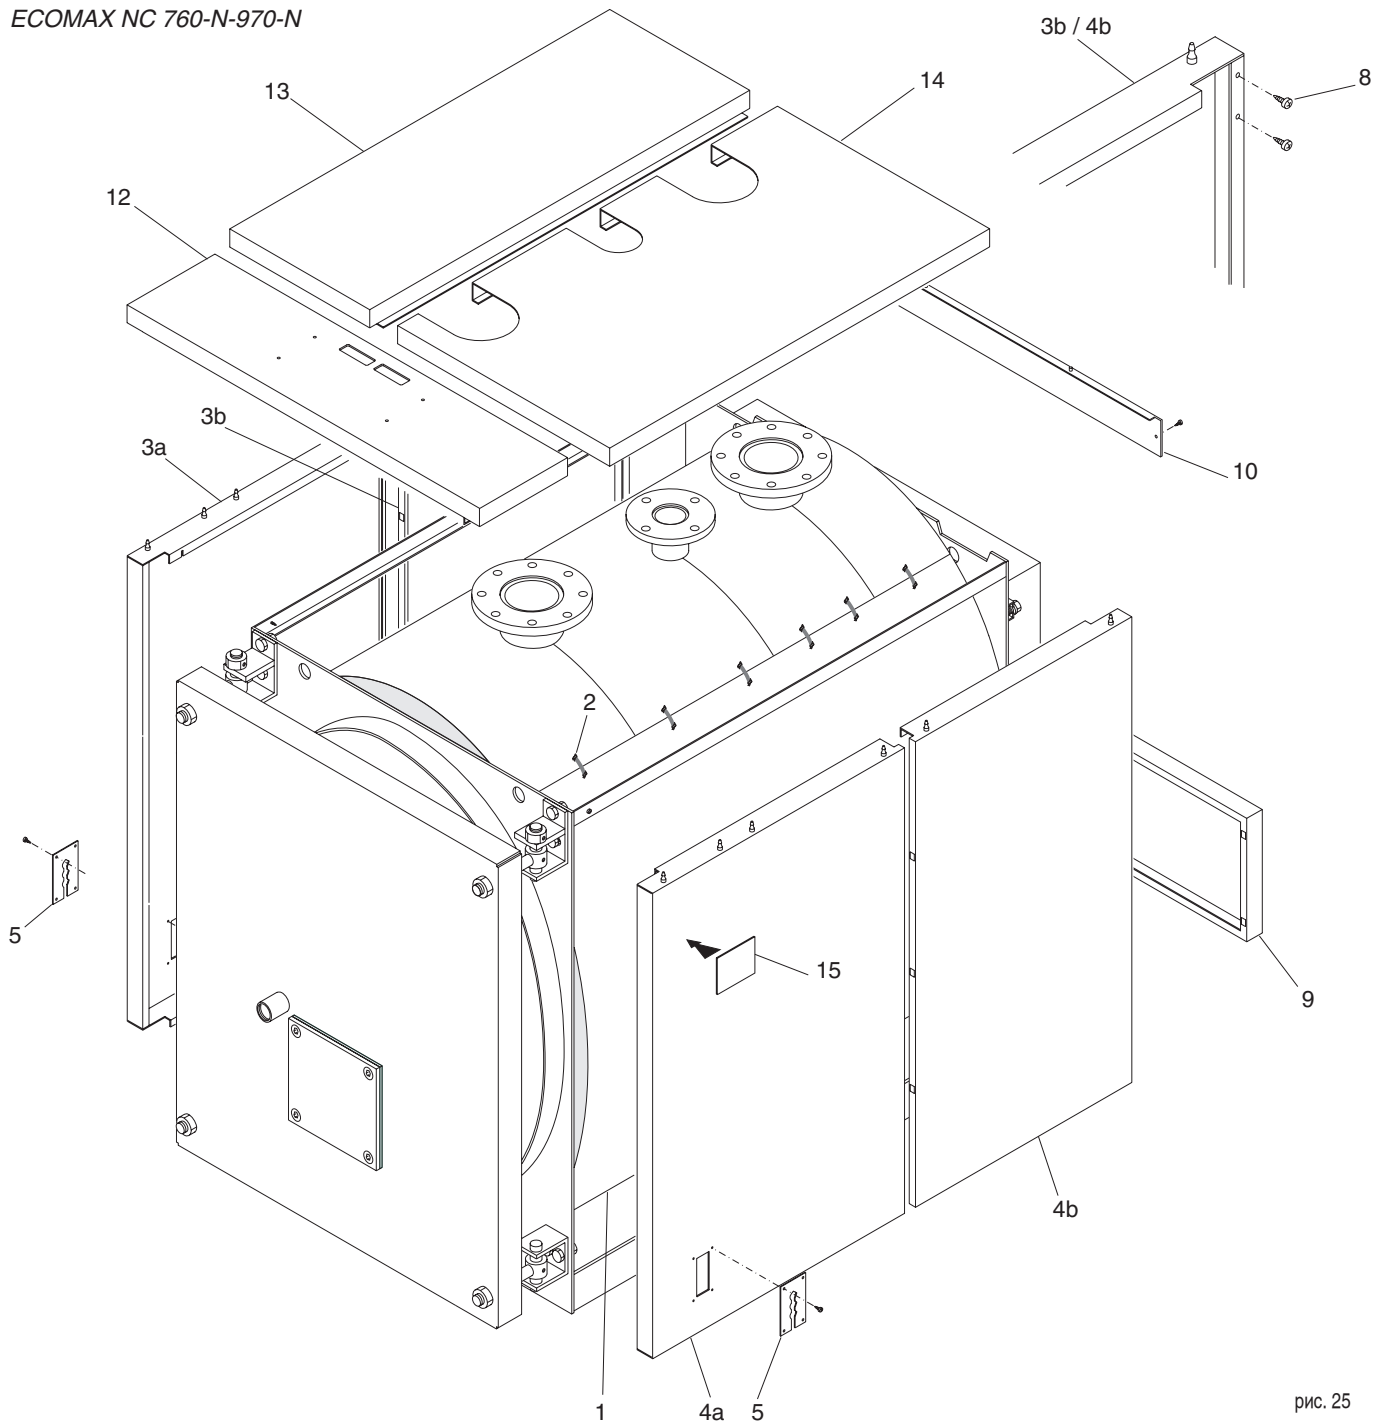

рис. 25
N.B. Для модели **630-N** (см. рис. 23) и для моделей от **760-N до 2200-N** (см. рис. 25 и 26), обшивка и изоляция находятся в трех упаковках маркированных:
Последовательность монтажа (см. рис. 25)